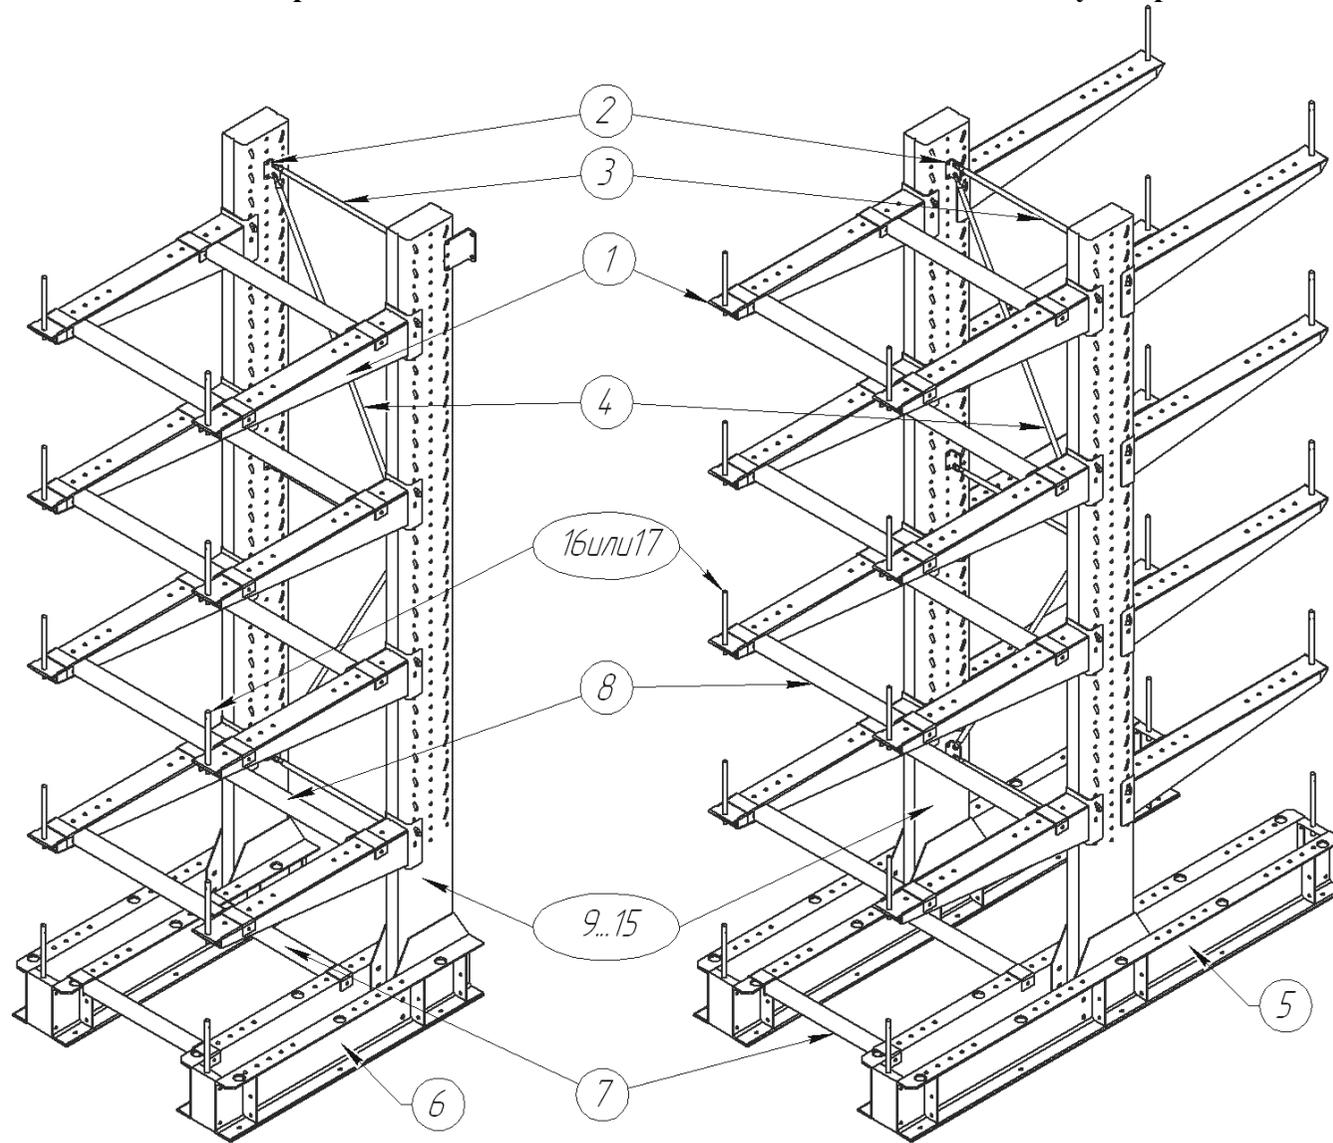

Рисунок 2
Стеллаж консольный 1т САИН.528.00.000 одно - или двухстороннего использования (рисунок 2) ГОСТ 16140-77 предназначен для размещения на нем длинномерных грузов (профиля, рейки, сортовой прокат и других объемных материалов).
8. Установить на стойки консоли поз. 1 (таблица 1), при помощи фиксатора входящего в комплект консоли (установить в фиксатор шпильку 5×45) и крепежа болт М14×190, гайка М14, двух шайб 14 (рисунок 9). Консоли крепятся с одной стороны на одностороннем, соответственно с двух сторон на двухстороннем стеллажах (рисунок 2).